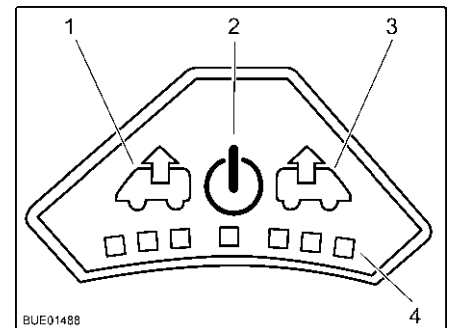

Fig. 117 Cuadro de mando del ventilador
Conectar: ■ Pulsar la tecla On/Off (Fig. 117,2). El ventilador funciona en el modo confort (extracción con la velocidad más baja del ventilador).
Extracción de aire: ■ Para aumentar la velocidad del ventilador: Pulsar la tecla de extracción (Fig. 117,1). La velocidad del ventilador aumenta un nivel en el sentido de extracción de aire. Los LEDs (Fig. 117,4) muestran los niveles de ajuste.
■ Para disminuir la velocidad del ventilador: Pulsar la tecla de ventilación (Fig. 117,3). La velocidad del ventilador disminuye un nivel.
Ventilar: ■ Para aumentar la velocidad del ventilador: Pulsar la tecla de ventilación (Fig. 117,3). La velocidad del ventilador aumenta un nivel en el sentido de ventilación. Los LEDs (Fig. 117,4) muestran los niveles de ajuste.
■ Para disminuir la velocidad del ventilador: Pulsar la tecla de extracción (Fig. 117,1). La velocidad del ventilador disminuye un nivel.
Desconectar: ■ Pulsar la tecla On/Off (Fig. 117,2). El ventilador se detiene, los LEDs se apagan.